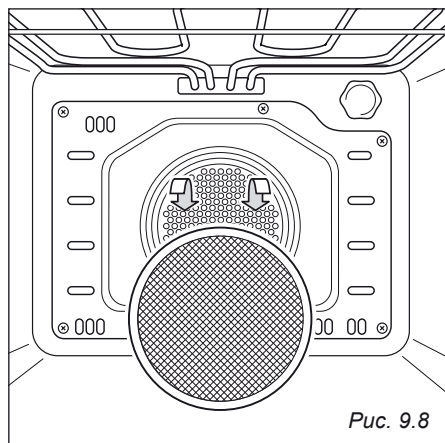

Рис. 9.8
- Установите фильтр-жироуловитель на задней стенке духового шкафа, как показано на Рис. 9.8.
- Предусмотрена возможность демонтажа фильтра-жироуловителя для последующей чистки с помощью горячей мыльной воды (Рис. 9.8).